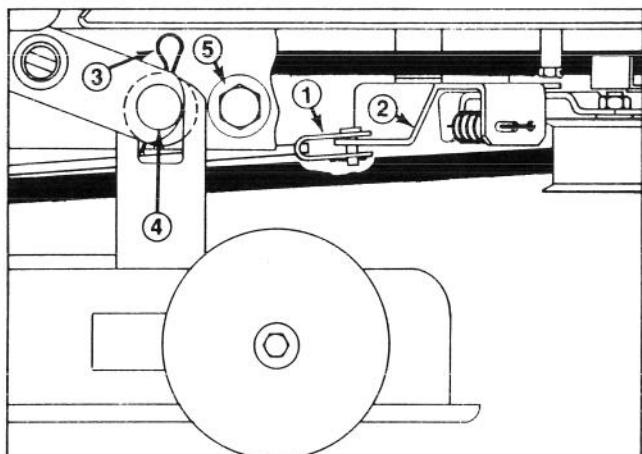

Fig. 14
1. Girate lentamente in senso orario la valvola della miscela del minimo, fin quando si chiude appena (Fig. 14). Non giratela troppo, o la danneggerete.
9. Rimuovete la coppiglia ed il perno con testa che fissano il tirante del freno dell'apparato falciante alla staffa del tenditore (Fig. 14).
10. Rimuovete le due (2) coppiglie e le rondelle che fissano la sede del tosaerba ai perni di montaggio (Fig. 14). Afferate la sede del tosaerba e spostatela di fianco fin quando scivola fuori dai perni, quindi spostatela in avanti per far sì che gli attacchi anteriori cadano.
5. Rimuovete le viti mordenti, i fermi ed i dadi autobloccanti che fissano gli arresti dell'apparato falciante a ciascun lato del telaio del tosaerba (Fig. 14). Fate scorrere indietro la sede del tosaerba per allentare la tensione della cinghia.